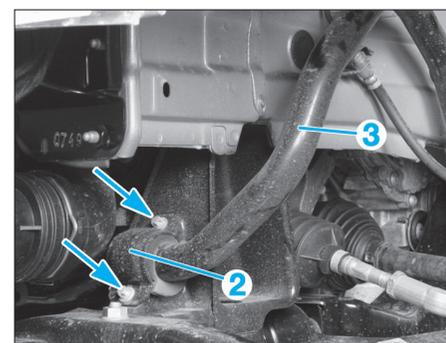

FIG. 15
- Déposer la vis (1) puis désaccoupler la colonne de direction du boîtier de direction.
- l'étrier (2) de barre stabilisatrice (3) et attacher cette dernière (Fig.15),